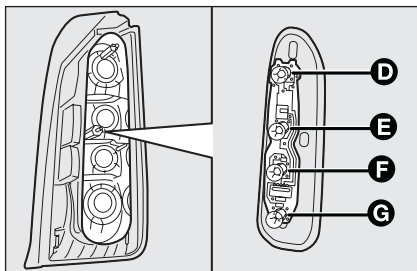

fig. 29
- estrarre le lampade **D - E - F - G fig. 29** spingendole leggermente e ruotandole in senso antiorario;